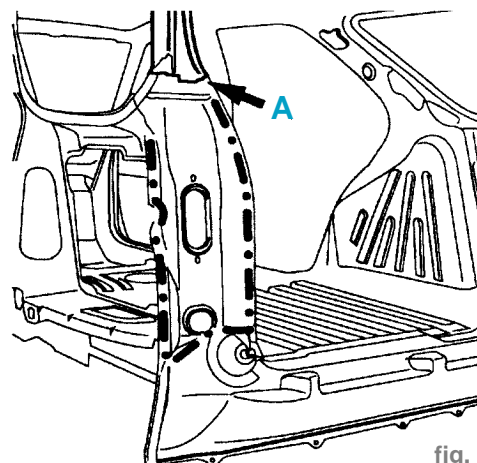

fig. CAR. 262
- Déposer la pièce restante en (A) (fig. CAR. 262).